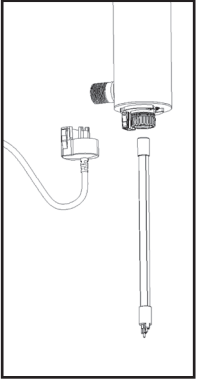
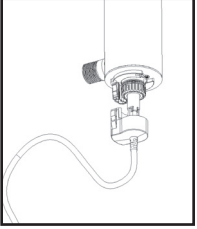

FIGURE 2B
FIGURE 2C
3. Pour l'installation d'une lampe neuve, retirer d'abord la lampe de son emballage de protection; veiller encore à ne pas toucher la surface de verre de la lampe. Insérer prudemment la lampe dans le réacteur (en fait, à l'intérieur de la gaine de quartz) (Figure 2B). Insérer complètement la lampe dans le réacteur – ne laisser la lampe dépasser que de deux pouces hors de la chambre du réacteur. Ensuite, placer le connecteur sur la lampe UV le connecteur comporte un repère de positionnement qui empêche un branchement incorrect. Veiller à ce que le connecteur soit parfaitement enfoncé sur la lampe UV (Figure 2C).